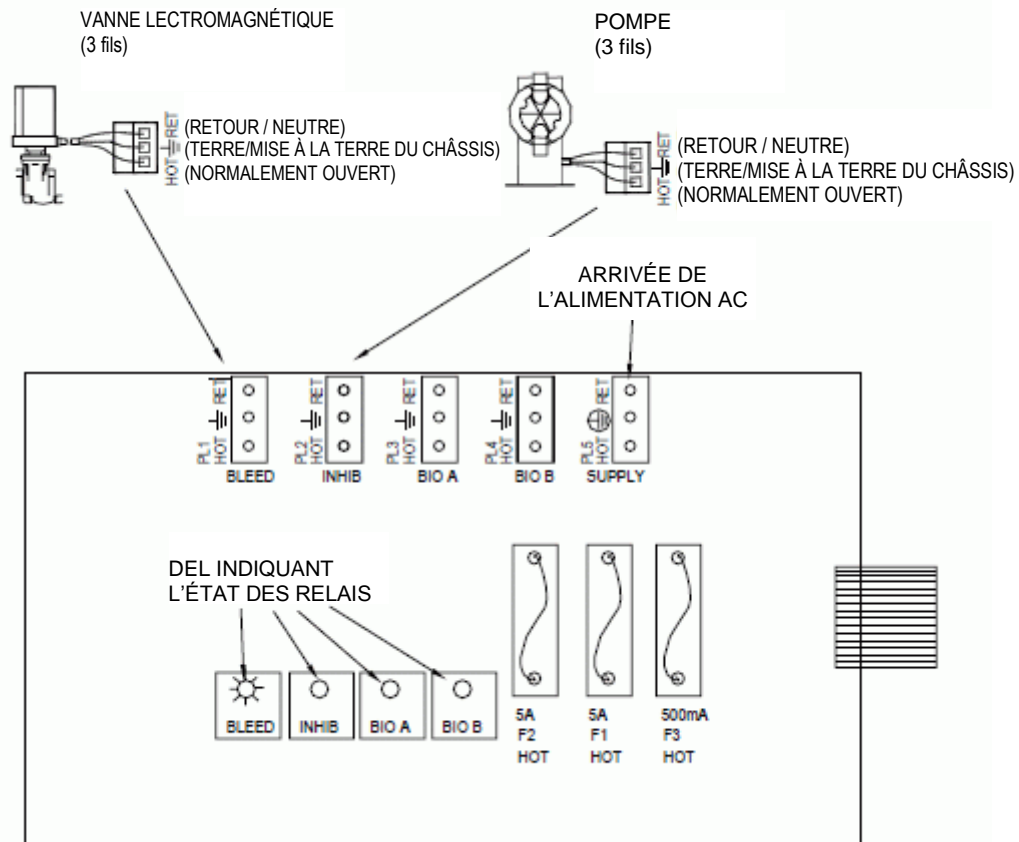

Figure 6
Les circuits électriques d'entrée de MicroVision sont protégés par un fusible sur les deux entrées (le fil sous tension et le neutre) en utilisant des fusibles remplaçables de cinq ampères (Fig. 6).
Les contrôleurs pour conduits ont des ouvertures pour les connexions de conduits de câblage réel (*hard wiring*). Voir Fig.6 pour les raccordements d'alimentation d'entrée et de sortie. Utilisez des fils standard de 18 AWG (1,2 mm²) pour les conduits d'alimentation et les connexions de charge. L'alimentation (entrée) est raccordée par PL5 situé sur le panneau de relais (Fig. 6). La partie supérieure de ce répartiteur est amovible pour faciliter l'accès aux trois (3) vis du connecteur.
Les connexions de basse tension se trouvent sur le panneau de basse tension (côté droit) (Fig.6). Utiliser des fils 22-24 AWG (0,76 mm²) pour : le commutateur de flux, les niveaux de baril, les alarmes sèches, et les connexions du compteur d'eau. Ces fils de signalisation doivent être tirés séparément des lignes d'alimentation AC.